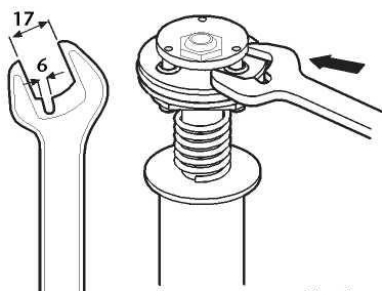

Рис. 9
1. Закрепите корпус пневматического двигателя (16) соответствующим способом и ослабьте четыре винта (13), для того чтобы отсоединить колпак пневматического двигателя (1).
2. Проверьте верхнюю пружину (2) и упор пружины (3) внутри колпака пневматического двигателя (1). При наличии повреждения замените.
3. Снимите нижний пружинный кольцевой замок (15) и глушитель (14). Приподнимите реверсивный механизм (4), так, чтобы отверстие в поршне насоса (8) было видно через отверстие глушителя. Вставьте в отверстие стальной стержень (8 мм), для того чтобы зафиксировать поршень.
4. С помощью специального 17-миллиметрового гаечного ключа (см. рис. 9) отсоедините реверсивный механизм (4).